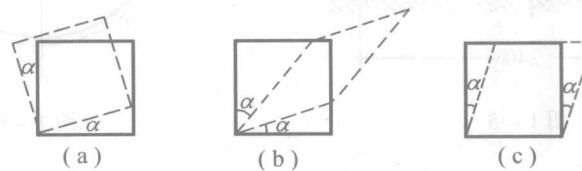

图 1-7
3. 如图 1-7 所示三个单元体,虚线表示其受力的变形情况,则单元体(a)的剪应变 $\gamma_a =$ _____;单元体(b)的剪应变 $\gamma_b =$ _____;单元体(c)的剪应变 $\gamma_c =$ _____。